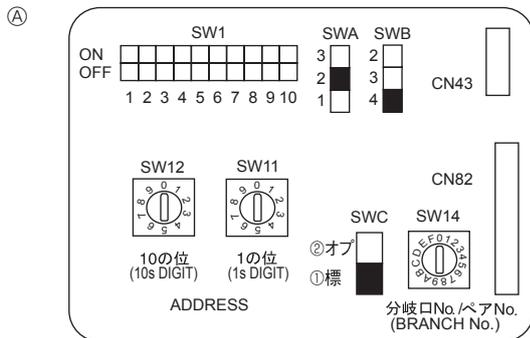

Fig. 5-4
5.5. De aansluitadressen instellen (Fig. 5-4)
- ① Hoe u de aansluitadressen instelt
- ② Hoe u de nummers van de aftakkingen instelt bij SW14
5.6. Instellen van schakelaars voor hoge plafonds of bij wijziging van het aantal luchtuitlaten (Fig. 5-4)
①	②	③
④ 4 richtingen	2,5 m	2,7 m	3,5 m
③ 3 richtingen	2,7 m	3,0 m	3,5 m
② 2 richtingen	3,0 m	3,3 m	3,5 m
5.7. De kamertemperatuur oppikken met de ingebouwde sensor in een afstandsbediening (Fig. 5-4)